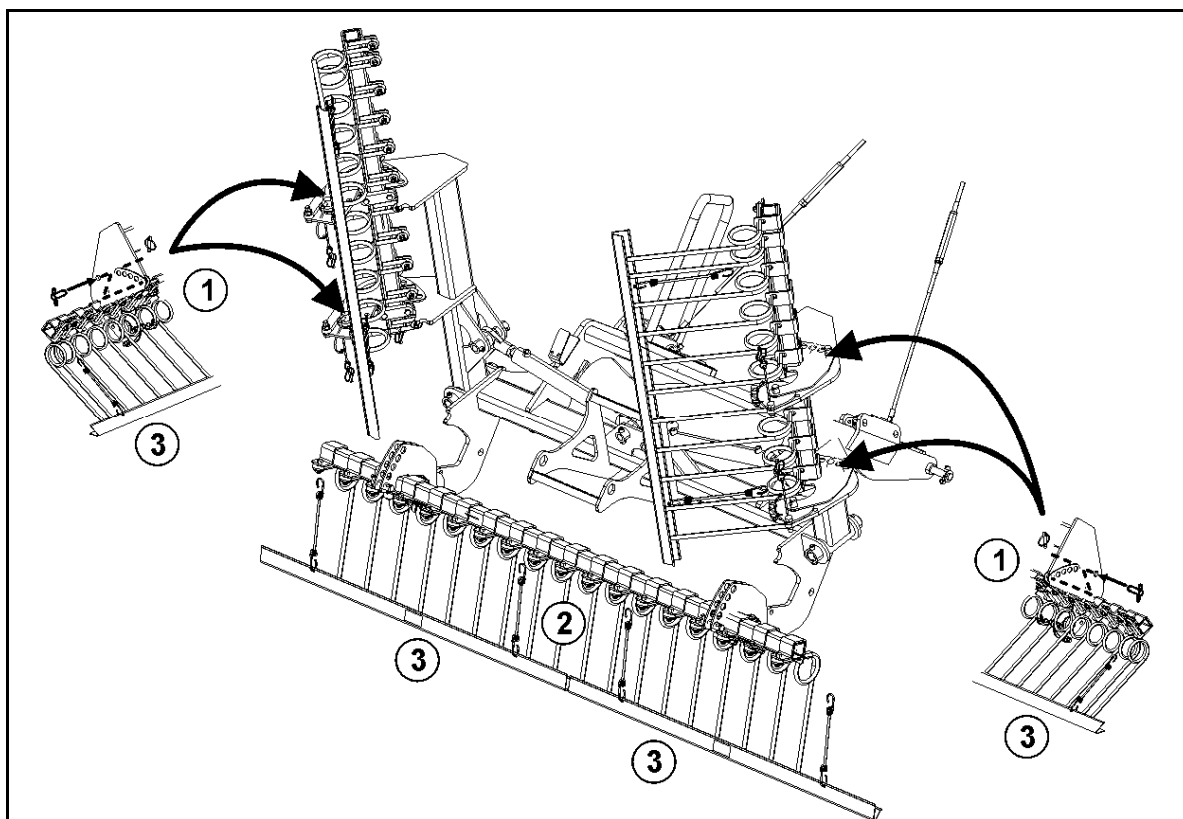

Fig. 42
Levantar las unidades de rastrillo, fijar con bulón en la perforación y asegurar con pasador clavija. (Fig. 42/1).
Dejar que el elemento de rastrillo se abata hacia abajo (Fig. 42/2).
3. Montar barras de seguridad vial en los elementos de rastrillo (Fig. 42/3).